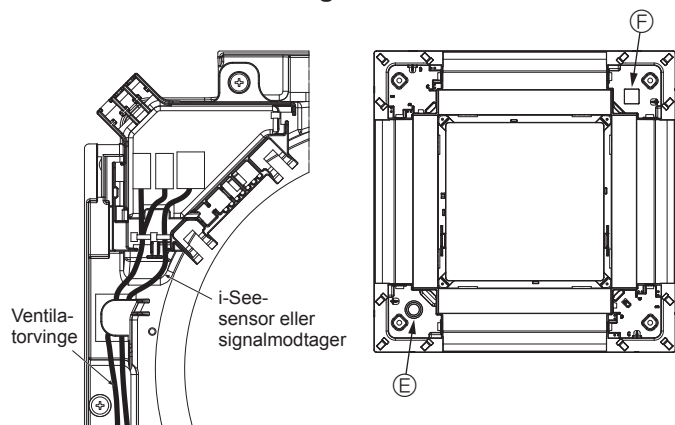

Fig. 10-13
- Før i-See-sensorens og signalmodtagerens ledninger som vist i Fig. 10-13.